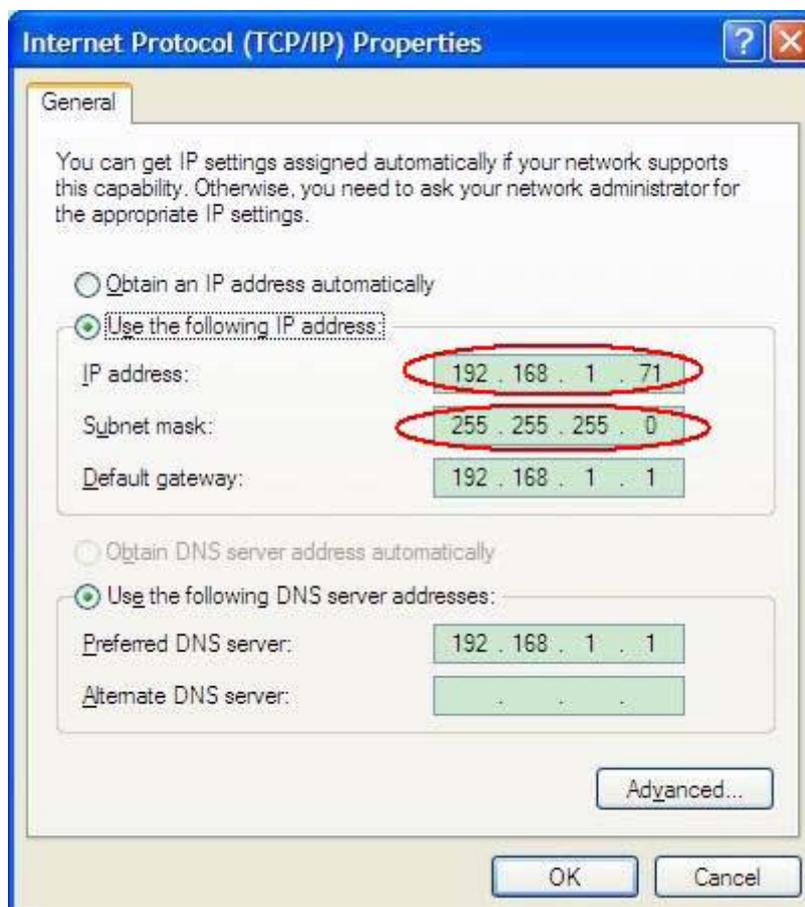
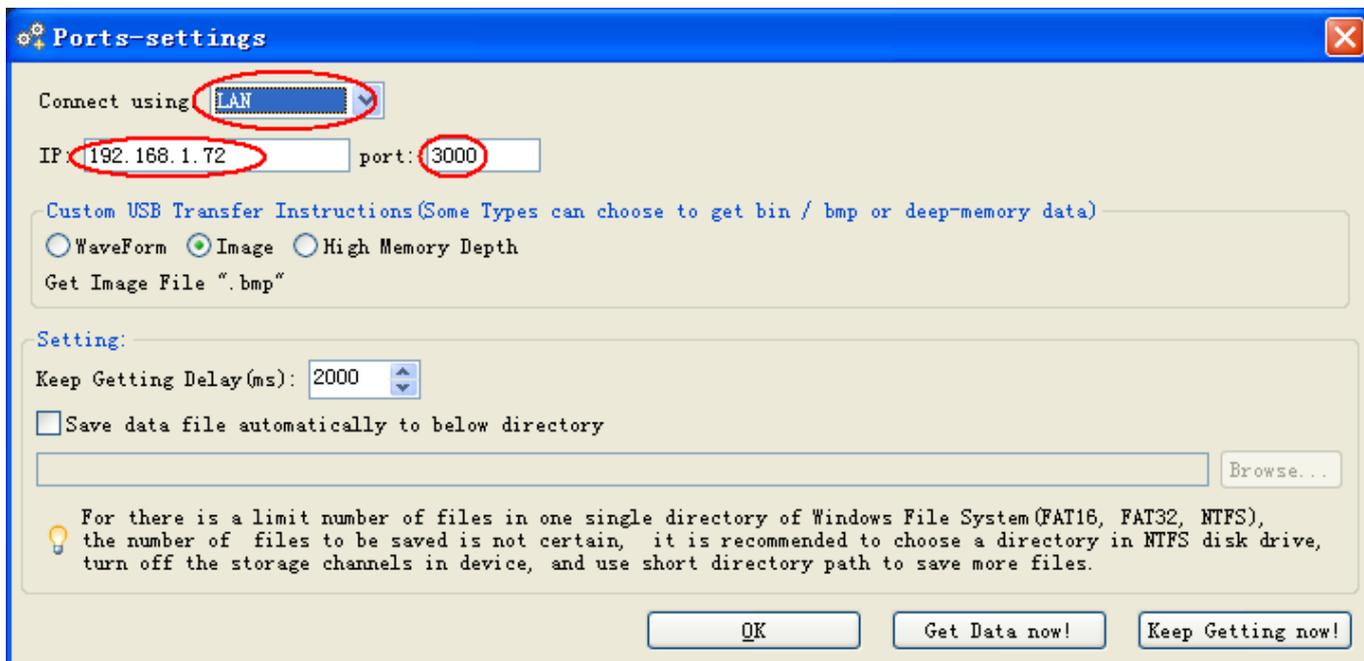
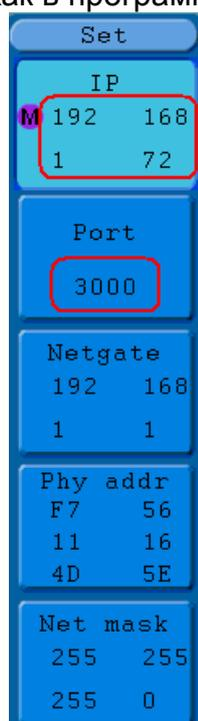

Рис. 56. Установка сетевых параметров на компьютере
Рис. 57. Установка сетевых параметров в программном обеспечении
Рис. 58. Установка сетевых параметров LAN в осциллографе
2. До тех пор пока осциллограф не получит IP адрес автоматически, необходимо в установках протокола TCP/IP на компьютере установить статический IP адрес 192.168.1.71 (см.рис.56)
3. Запустите программное обеспечение (см. рис. 57)
- c. Первые три цифры в IP адресе (элемент **IP**) должны быть такими же как описано выше (см.рис.56 и рис.57). У нас установлен IP адрес 192.168.1.71
- d. Нажмите кнопку **H2** для выбора элемента **SET**. Кнопками **F1 - F5** и поворотным регулятором установите в осциллографе такие же параметры LAN соединения (см.рис.58), как в программном обеспечении (см.рис.57).
7. При соединении осциллографа к компьютеру через роутер, кроме IP адреса необходимо установить, как в сетевых настройках компьютера (рис.56), так и в сетевых настройках осциллографа (рис.58): маску подсети (Net mask) 255.255.255.0 и шлюз по умолчанию (Netgate) 192.168.1.1.